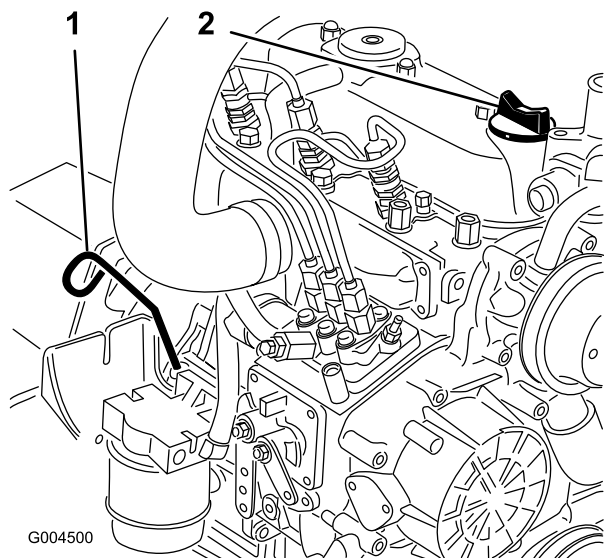

図 45
2. ディップスティック (図 45) を抜き取り、付いているオイルをウェスで拭きとってもう一度差し込む。引き抜いて油量を点検する。
3. 不足している場合は、キャップ (図 45) を取り、Full 位置までオイルを補給する。